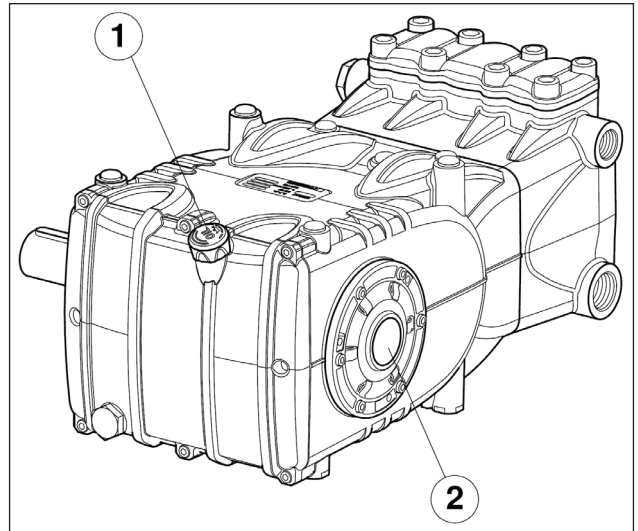

图14
5. 通过专用液面杆(图14，位置①)，油面检视孔(图14，位置②)除外，检查泵浦泵壳内的油面状况是否正常。